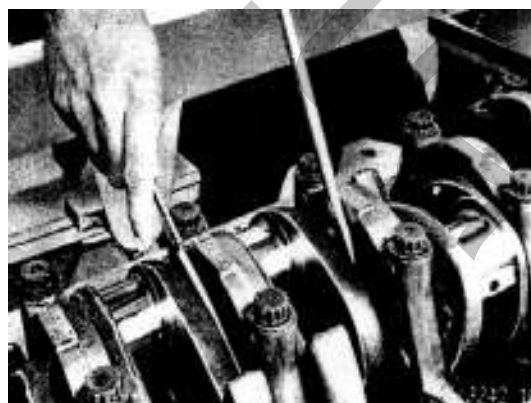

РИС. 50
12) Проведите проверку на свободное вращение и осевой зазор коленчатого вала. Проверьте осевой зазор коленчатого вала, вставив щуп между упорным кольцом 4^{ой} шейки и упорной шайбой (см. рис. 50).